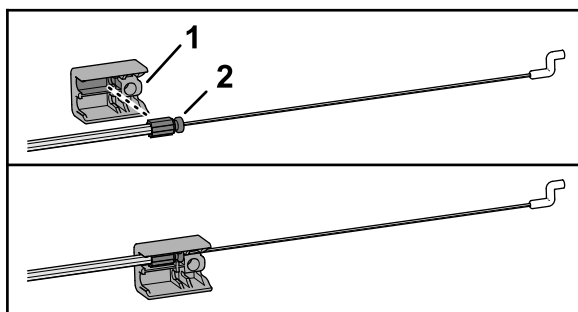

Figura 9
1. Insira a união na extremidade da bainha do cabo na tomada superior da união da pega (Figura 9).